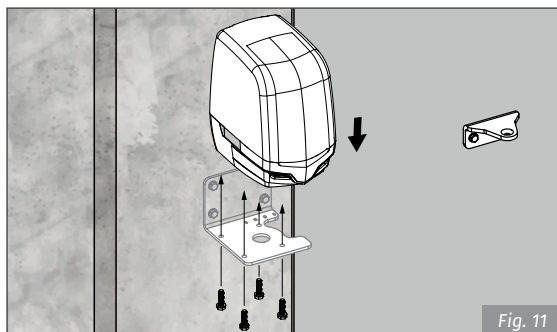

Fig. 11
• Si vous installez un seul moteur et que le bras n'est pas dans la bonne position, vous pouvez facilement changer le moteur en suivant les instructions de l'image **figure 11**.